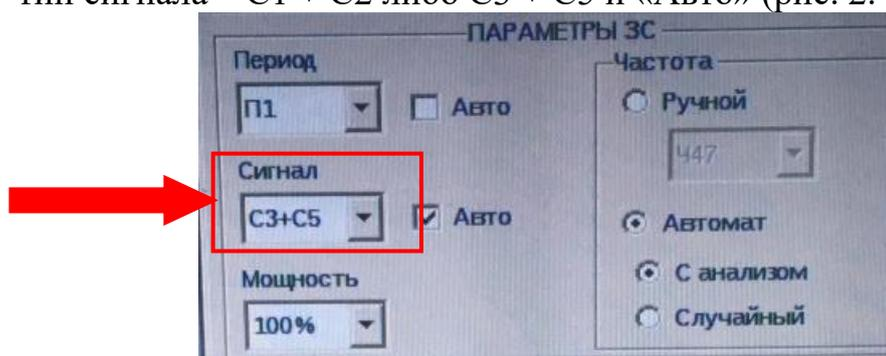

Рис. 2.40. Установка типа сигнала
- тип сигнала – С1 + С2 либо С3 + С5 и «Авто» (рис. 2.40);